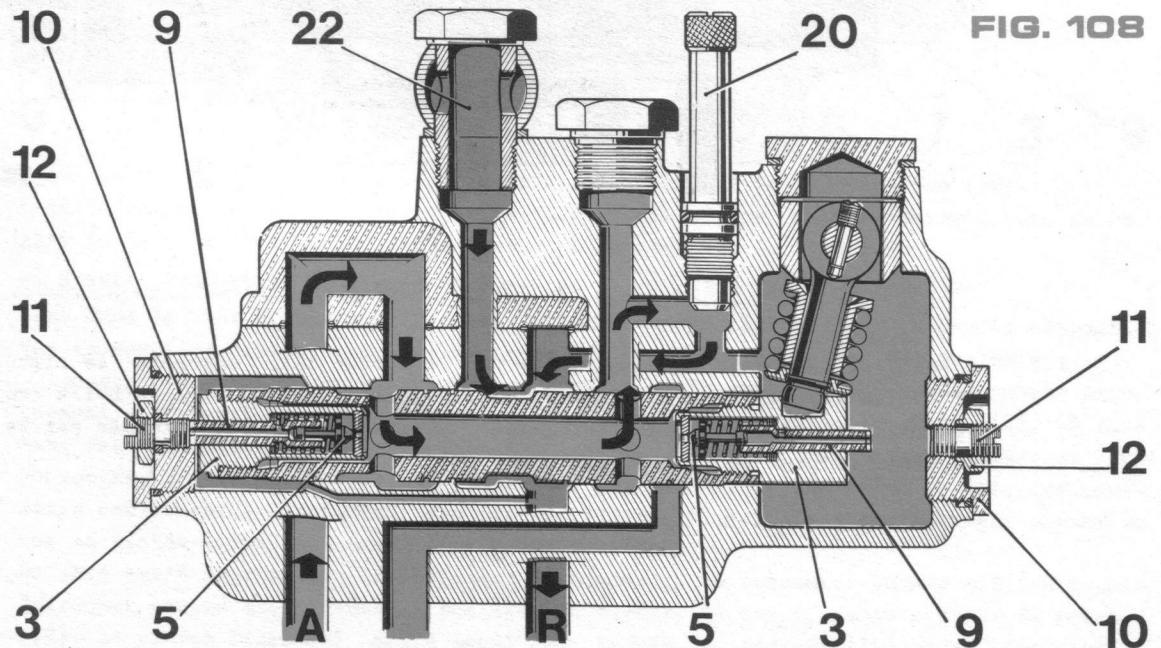

FIG. 108
c) RETRACTION DU VERIN (FIG.108)
## **f. réglage du système de rappel automatique. (FIG.108)**